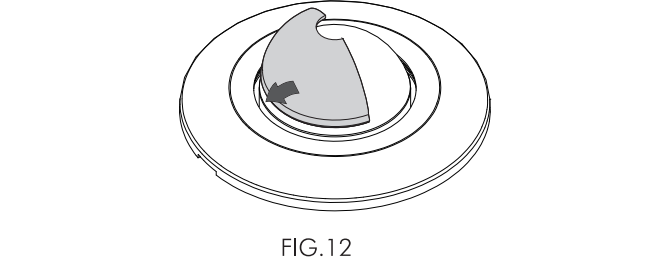

FIG. 12
- 4.5.2 Montaje de las viseras: hay un gancho circular en la parte trasera del aro del detector y la visera está diseñada con un surco de canal semicircular. Cada visera puede fijarse al aro ajustando el surco en el gancho circular (ver FIG. 12).